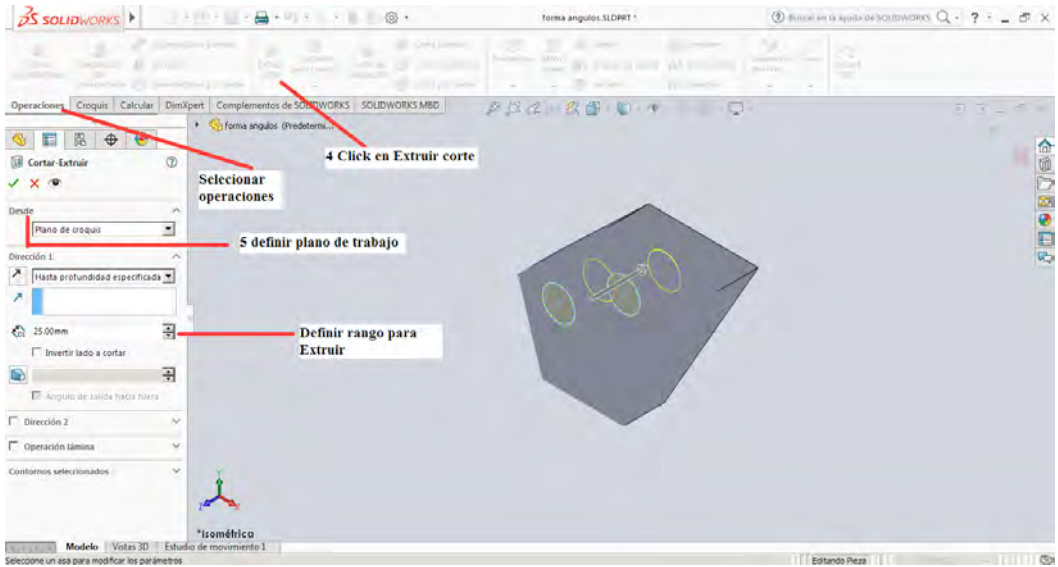

Figura 1-26
4. Con el croquis diseñado sobre la cara frontal de la pieza realizamos Click sobre la pestaña Operaciones, con el fin de realizar el corte de estas dos circunferencias dibujadas realizando Click sobre la herramienta Extruir corte, en la figura 1-26 se observa el procedimiento.